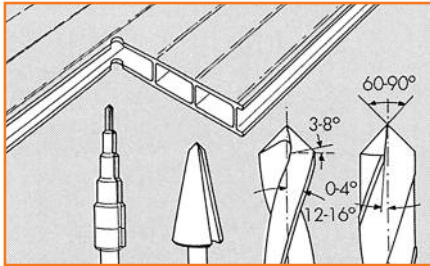

Abb. 6
Ausnahme: Eckaussparungen und Kurvenschnitte – hier vorher ein Loch für die Stichsäge (ohne Pendelhub) bohren (Abb. 6).
- Stufenbohrer – siehe auch Abb. 6